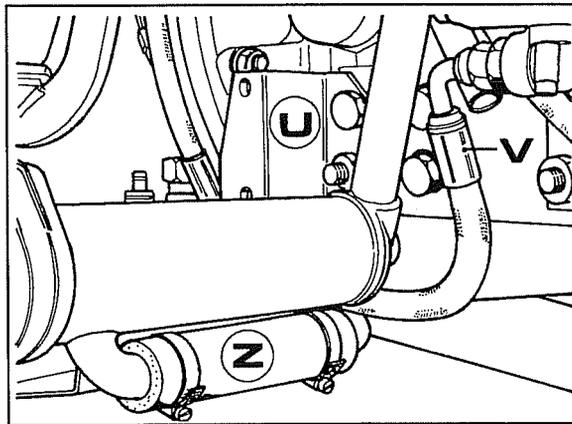

Abb. 13
11. Die Trittbretthalterung **U** Abb. 13 und die auf der Gegenseite entfernen.
12. Den Schlauch **V** Abb. 13 von der Druckleitung der Pumpe zum Prioritätsventil abtrennen.
13. Einen Behälter zum Auffangen des Öls unter die Muffe **Z** Abb. 13 stellen und diese dann abziehen, um sofort einen Stopfen aufzustecken, damit kein Öl ausläuft, oder das ganze Öl auslaufen lassen und dann wieder einfüllen.